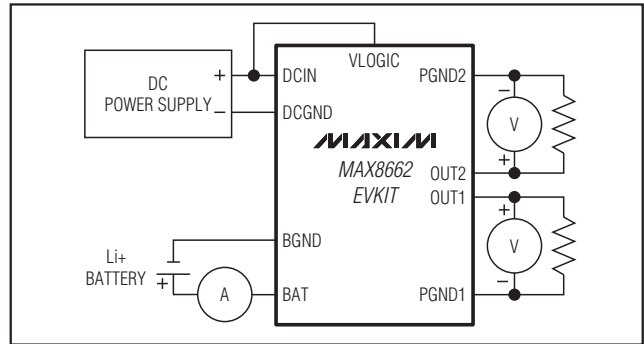

図1. 試験手順のセットアップ
- 10) EVキットとの接続を行います(図1を参照)。ただし、バッテリーは手順18まで接続しないでください。